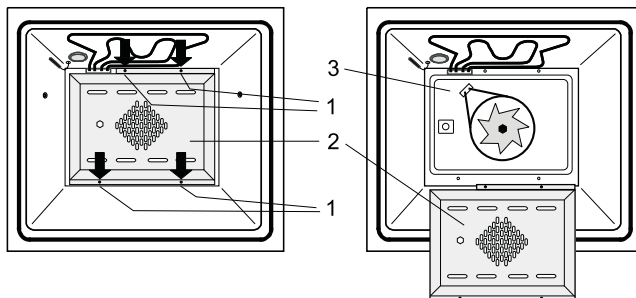

Рис. 16
- После чистки внутренней части духового шкафа, сначала закрепите переднюю каталитическую панель **2** болтами **1** (Рис. 16).